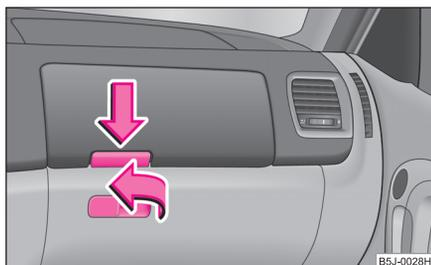

Abb. 79 Schalttafel:
- Ziehen bzw. drücken Sie den Griff des Deckels in Pfeilrichtung ⇒ Abb. 79 und klappen Sie den Deckel auf.